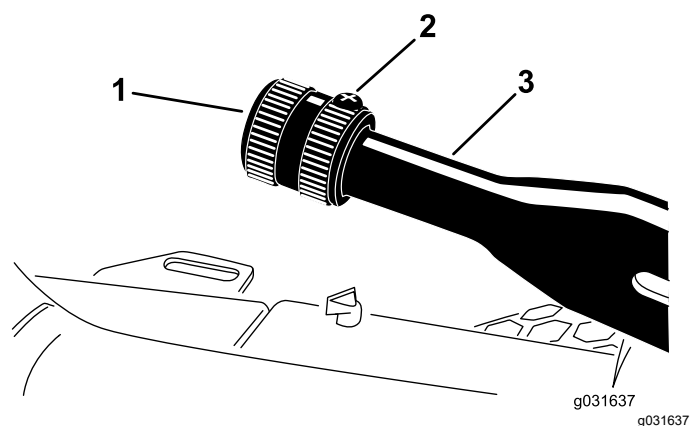

Figure 59
1. Desserrez la vis de fixation du pommeau sur le levier du frein de stationnement (Figure 59).